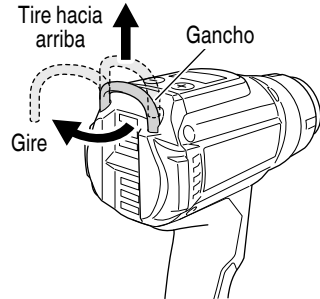

Fig. 9
4. Utilización del gancho (Fig. 9)